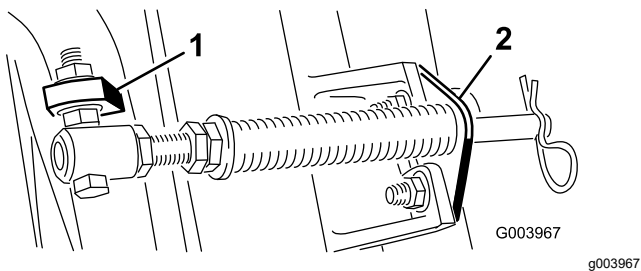
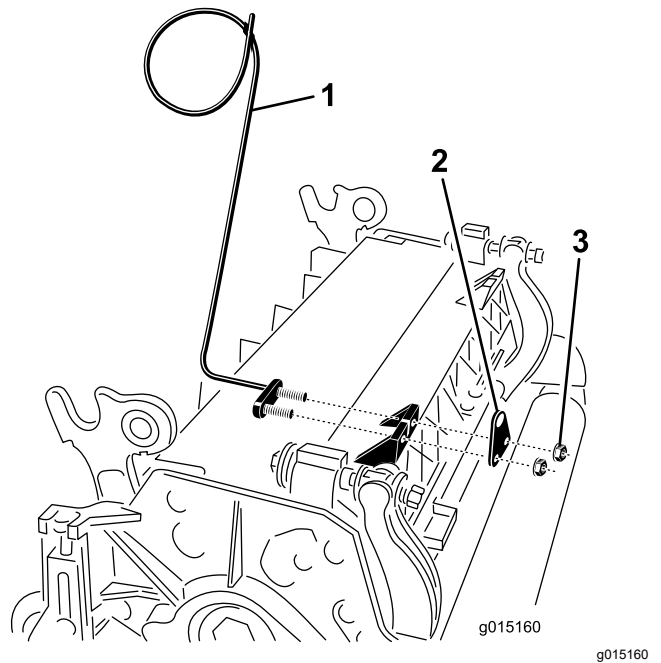

図 11
図 13
- C. スプリングチューブのボルトを、反対側のキャリアフレームのタブに取り付け、フランジナットで固定する。図 11に示すように、ボルトの頭部がタブの外側を向くように取り付けること。
D. カuttingユニットのタブにロッドブラケットを取り付け、キャリッジボルト2本とナットで固定する図 11。また、ロッドブラケットの再取り付けを行うときに、カuttingユニットのタブの前に、左ホースガイドを取り付ける図 13。